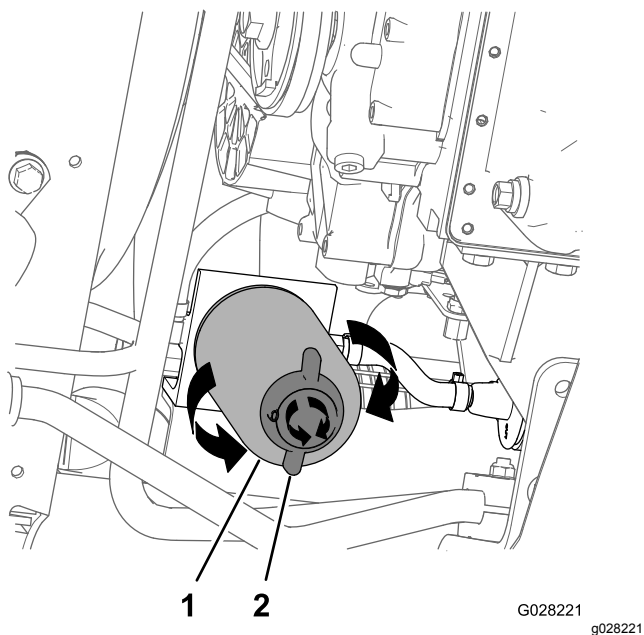

图 77
4. 在燃油滤清器下面放置一个放油盘请参阅 更换水分分离过滤器 \(页码 48\) 中的 图 77。
2. 在水分离过滤器下面放置一个排油盘 图 77。
3. 逆时针旋转水分离过滤器底部的排水阀 图 77。
4. 清洁水分离过滤器和滤清器安装座周围的区域 图 77。
5. 拆下水分离过滤器 图 77。
9. 确保水分离过滤器底部的排水阀按照顺时针方向旋转牢牢拧紧 图 77。